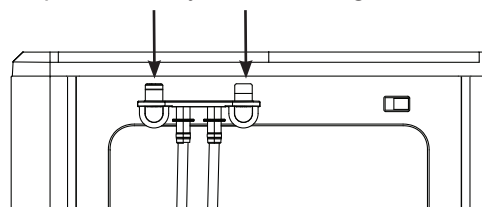

Figure 8
16. Remplacez les tuyaux de vidange sur l'arrière. Voir la figure 8.